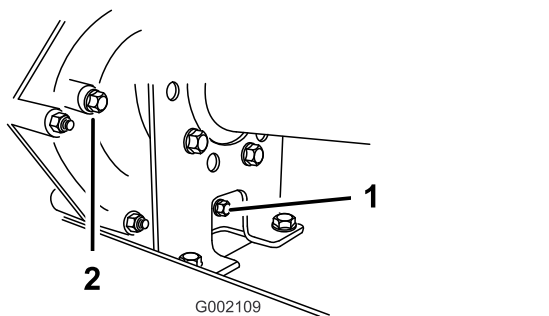
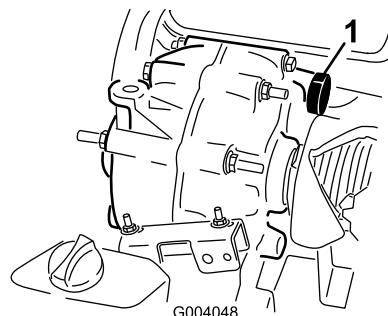

Рисунок 59
Рисунок 60
2. Тщательно протрите места вокруг пробок заливного и сливного отверстий ветошью (Рисунок 59).
4. Снимите пробку заливного отверстия, повернув ее против часовой стрелки (Рисунок 59).
5. Снимите пробку заливного отверстия, повернув ее против часовой стрелки (Рисунок 59).
6. Установите пробку сливного отверстия с прокладкой в сливное отверстие трансмиссии и затяните (Рисунок 59).
7. Долейте в бак (Рисунок 60) через заливное отверстие приблизительно 1,4 л рабочей жидкости указанного типа или пока уровень рабочей жидкости в трансмиссии не станет на уровне нижней части резьбы. (Рисунок 59).
8. Установите и затяните пробку заливного отверстия с прокладкой в заливное отверстие трансмиссии (Рисунок 59).
10. Проверьте уровень рабочей жидкости и добавьте ее, если уровень рабочей жидкости находится ниже резьбовой части заливного отверстия (Рисунок 59).